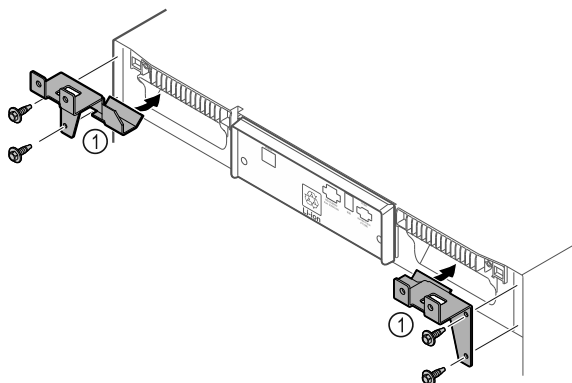

Fig. 10
- ▶ Montera fästdelarna Fig. 10 (1) på apparaten med självgående skruvar.